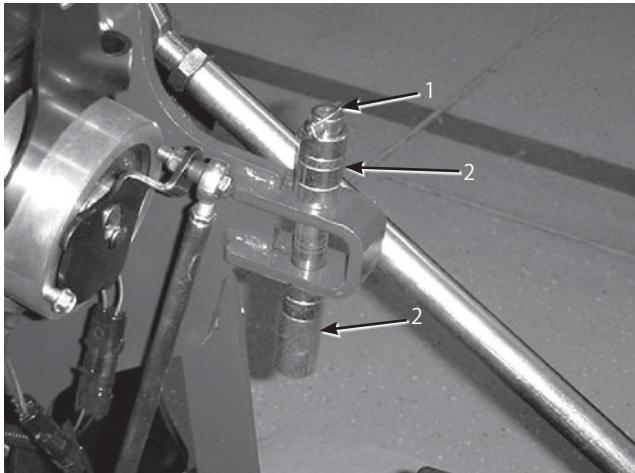

図29
- スペーサと深さピンを止めているリンチピン(図29)を外す。